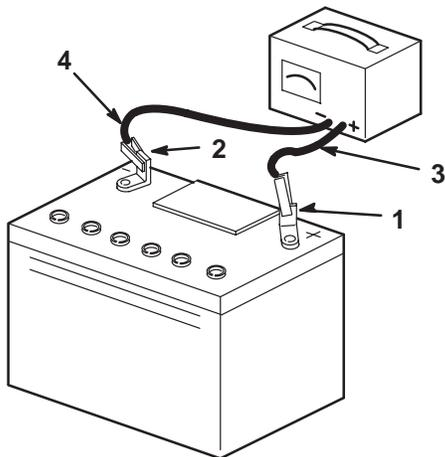

Figure 17
5. Débranchez les fils du chargeur des bornes de la batterie (Fig. 17).